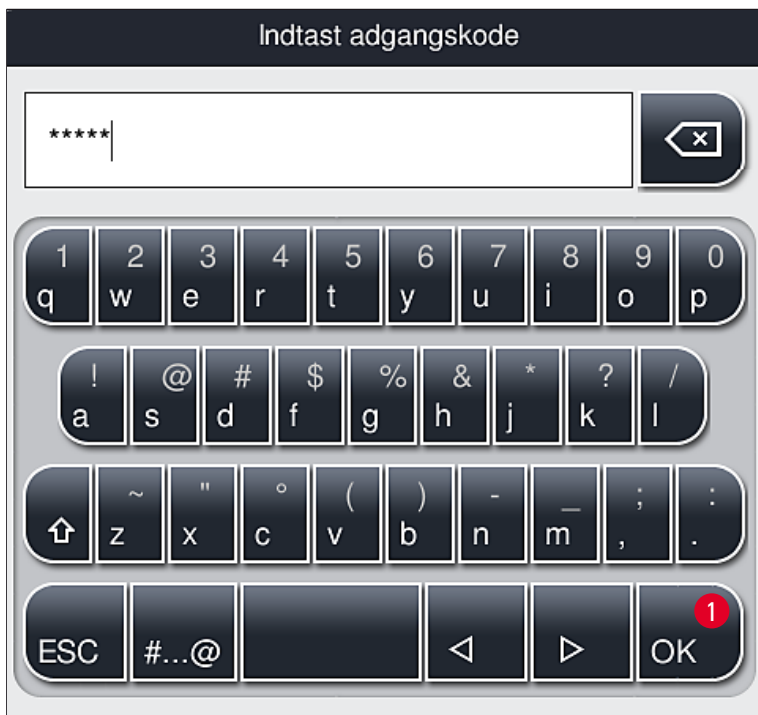

Fig. 28
2. Der vises derefter et tastatur (→ Fig. 28), som kan bruges til at indtaste adgangskoden.